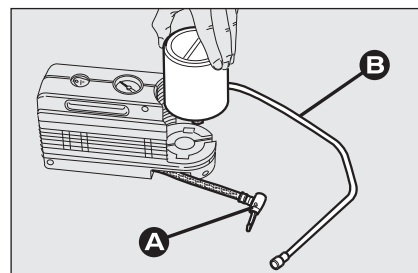

fig. 14
- ☐ desconecte el acoplamiento **A**-fig. 14;